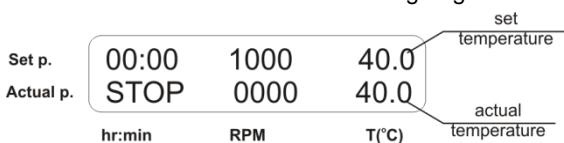

Abb. 4 Steuerung im Betriebsmodus
- 5.8. Angenommen, die Anzeige des unabhängigen Sensors zeigt  $39^{\circ}\text{C}$  an, die auf dem Display angezeigte tatsächliche Temperatur beträgt jedoch  $40^{\circ}\text{C}$  (Abb. 4). Dann muss eine  $1^{\circ}\text{C}$ -Korrektur hinzugefügt werden.